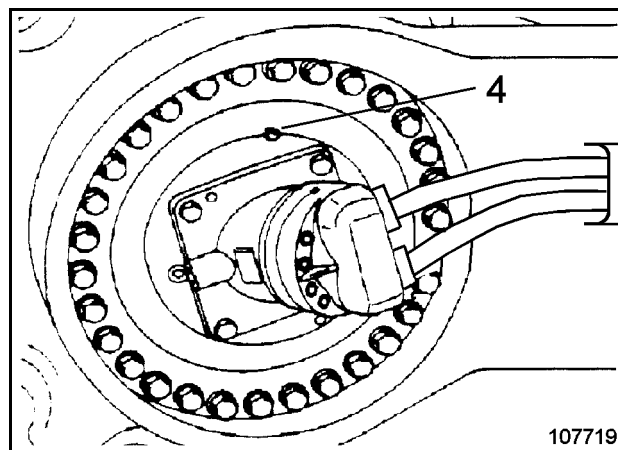

图 3-98:
- ☞ 拧下呼吸器过滤器 (4, 图 3-98:) 并使用石油溶剂或石蜡油清洁。如有损坏，请进行更换。